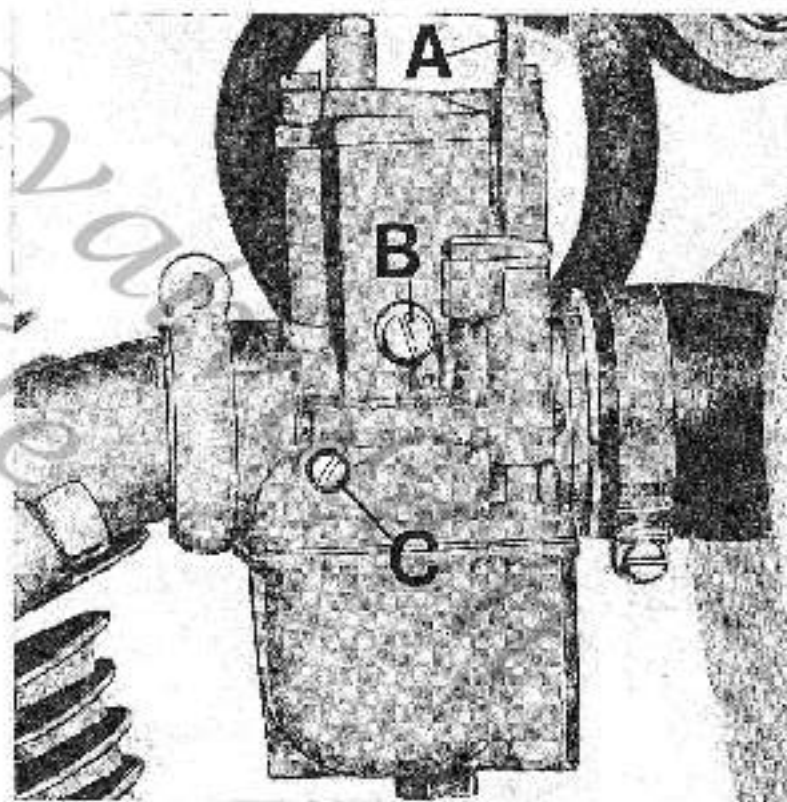

Fig. 14
- Levetta comando dispositivo per facilitare l'avviamento a MOTORE FREDDO a sinistra sul carburatore stesso (vedere A di fig. 14).
Per la partenza a MOTORE FREDDO azionare la levetta (A di fig. 14) portandola in posizione di avviamento (verticale). Dopo qualche secondo nella stagione calda, o qualche minuto, nella stagione fredda, che il motore è avviato, portare detta levetta in posizione di marcia (orizzontale).
Regolazione della carburazione (ved. fig. 14)
- 2) Controllare che la levetta comando dispositivo di avviamento (A di fig. 14) sia in posizione di marcia (orizzontale).
- 3) Avviare il motore e portarlo a temperatura di funzionamento (MOTORE CALDO), avvitarlo a fondo la vite di regolazione minimo benzina (C) e svitarlo successivamente di 3/4 di giro.
- 4) Agire sulla vite (B) fino ad ottenere un regime di circa 1000 giri/1'.